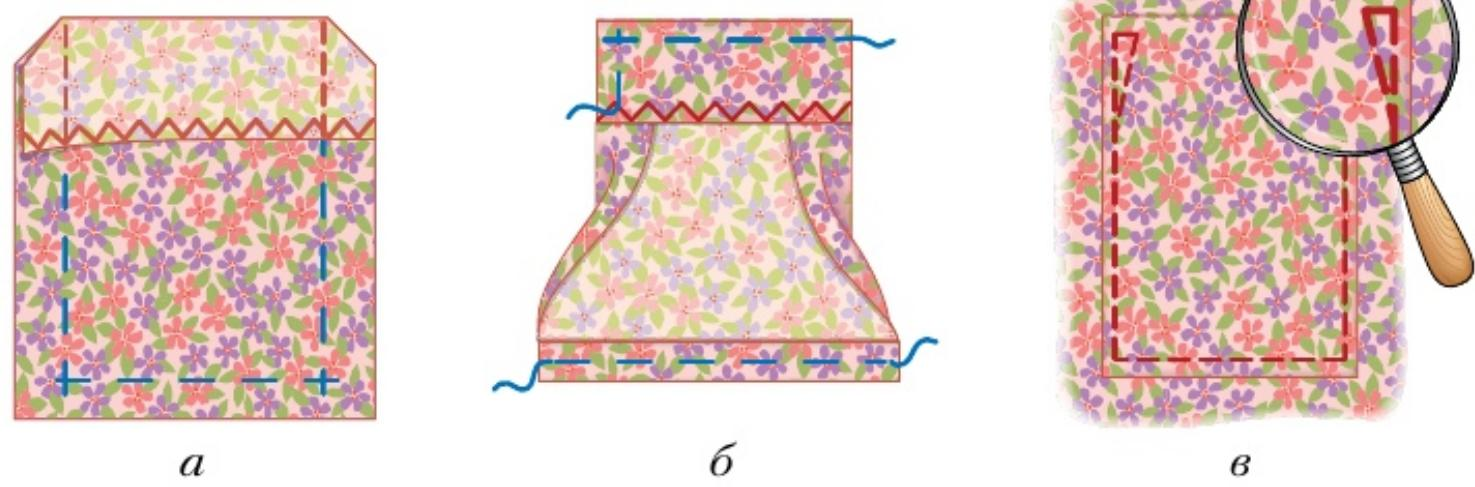

Рис. 103. Обработка накладного кармана: *а* — обработка верхнего среза; *б* — замётывание срезов; *в* — настрочивание кармана на изделие
1. Обмётывают верхние срезы карманов. Перегибают цельнокроеную обтачку каждого кармана по линии, проложенной прямыми стежками, на лицевую сторону, замётывают. Настрочивают боковые срезы обтачки на боковые срезы кармана по контурным линиям кармана, срезают припуски на углах наискось (рис. 103, *а*).
2. Выворачивают обтачку, выпрямляют уголки. Замётывают на изнаночную сторону припуск нижнего среза кармана, затем — припуски боковых срезов (рис. 103, *б*). Приутюживают. Проверяют правильность выполнения карманов, наложив на них выкройку. Складывают оба кармана вместе, проверяют, одинаковы ли они.
3. Накалывают карман на изделие с лицевой стороны по размеченным линиям, намётывают. Настрочивают в край. Чтобы не отрывались верхние углы кармана, в начале и в конце шва выполняют маленькие треугольнички (рис. 103, *в*).